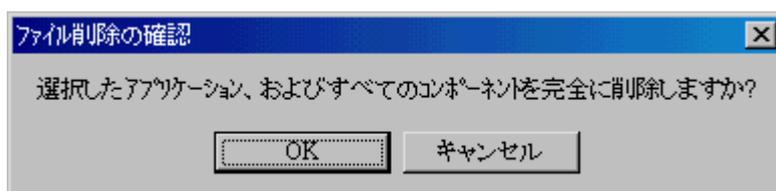

図2-4
- 4). 図2-4のような確認のダイアログが表示されますので、「はい」をクリックします。